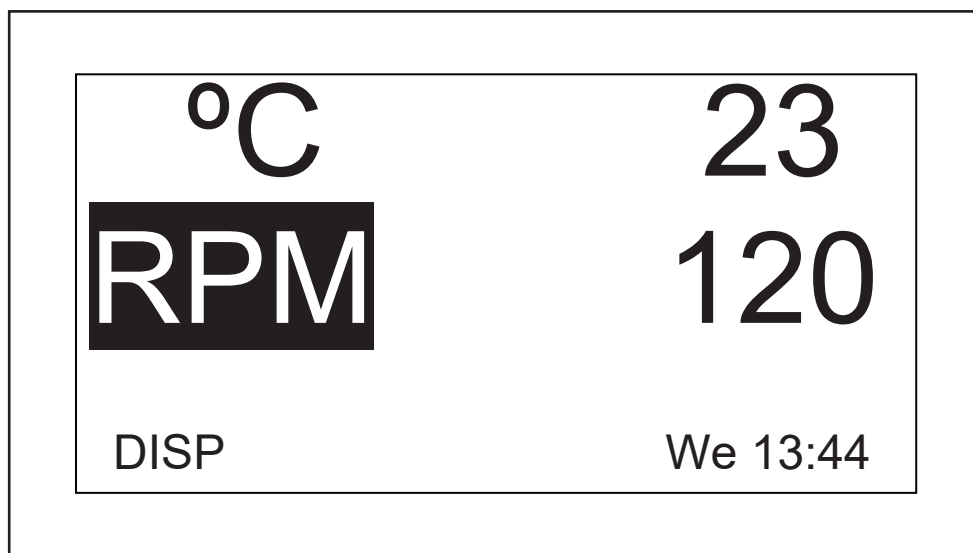

Рис. 9-1: Изменение параметров дисплея
1. Выделите с помощью ручки управления параметр, который вы хотите заменить. В данном примере выполняется замена параметра *RPM* (см. рис. 9-1 на стр. 50).